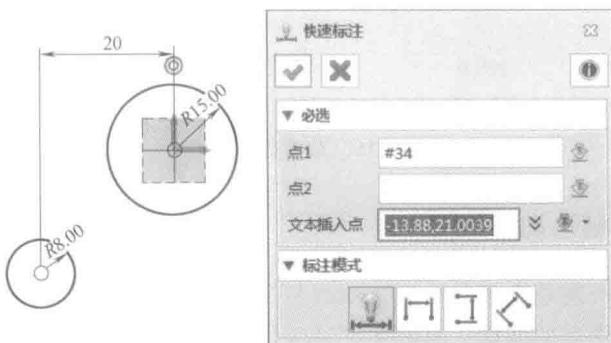

图 1-19 快速标注命令栏
选择“约束→快速标注”进入快速标注命令栏，①点 1 选择  $R15\text{mm}$  圆心；②点 2 选择  $R8\text{mm}$  圆心；③将鼠标移动到  $R15\text{mm}$  与  $R8\text{mm}$  两圆心之间的上方，如图 1-19 所示。